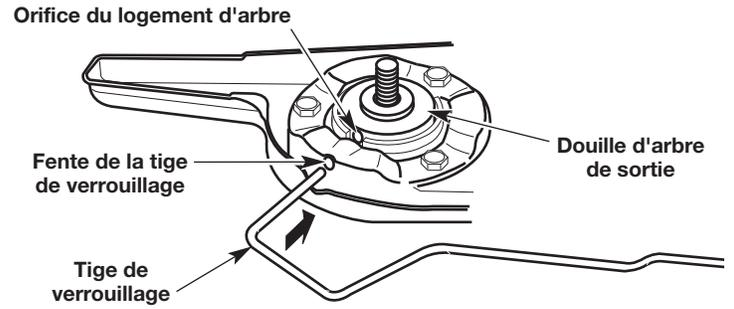
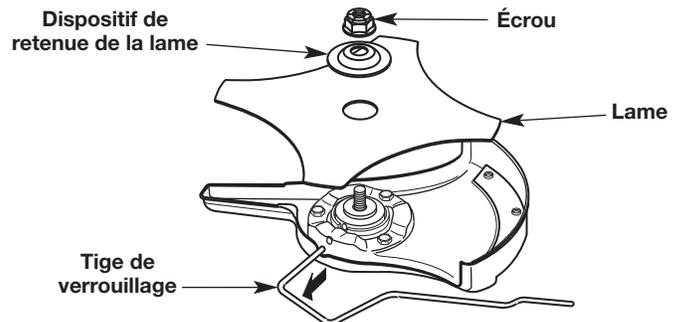

Fig. 10
Fig. 12
1. Faites tourner la lame (Fig. 12) jusqu'à ce que l'ouverture de la bague d'arbre soit alignée avec la fente de la tige de verrouillage (Fig. 10).
2. Insérez la tige de verrouillage à travers la fente et l'ouverture de la bague d'arbre (Fig. 10).
5. Enlevez la tige de verrouillage (Fig. 12).
6. Retirez la lame et le dispositif de retenue de la lame (Fig. 12).
1. Faites tourner la bague de l'arbre de sortie jusqu'à ce que l'ouverture de la bague d'arbre soit alignée avec la fente de la tige de verrouillage (Fig. 10).
2. Faites tourner la tête de coupe (Fig. 15) jusqu'à ce que l'ouverture de la bague d'arbre soit alignée avec la fente de la tige de verrouillage (Fig. 10).
3. Insérez la tige de verrouillage à travers la fente et l'ouverture de la bague d'arbre (Fig. 10).